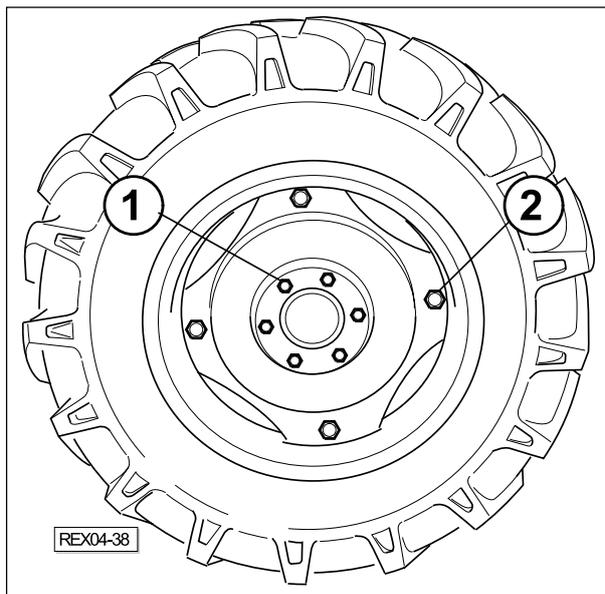

Fig.4-15- Regulação das vias dianteiras para tractor com tracção às quatro rodas.
- 1 - Binário de aperto das porcas M16 de fixação das rodas (1 - Fig.4-15): 140 Nm.
- 2 - Jante no disco: 210-230 Nm (2 - Fig.4-15).